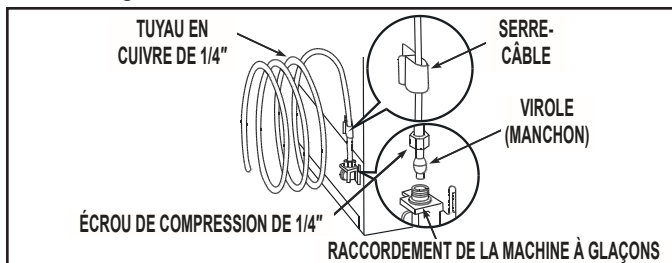

FIGURE 2
6. Déconnecter la canalisation d'alimentation en eau. Voir Figure 2.